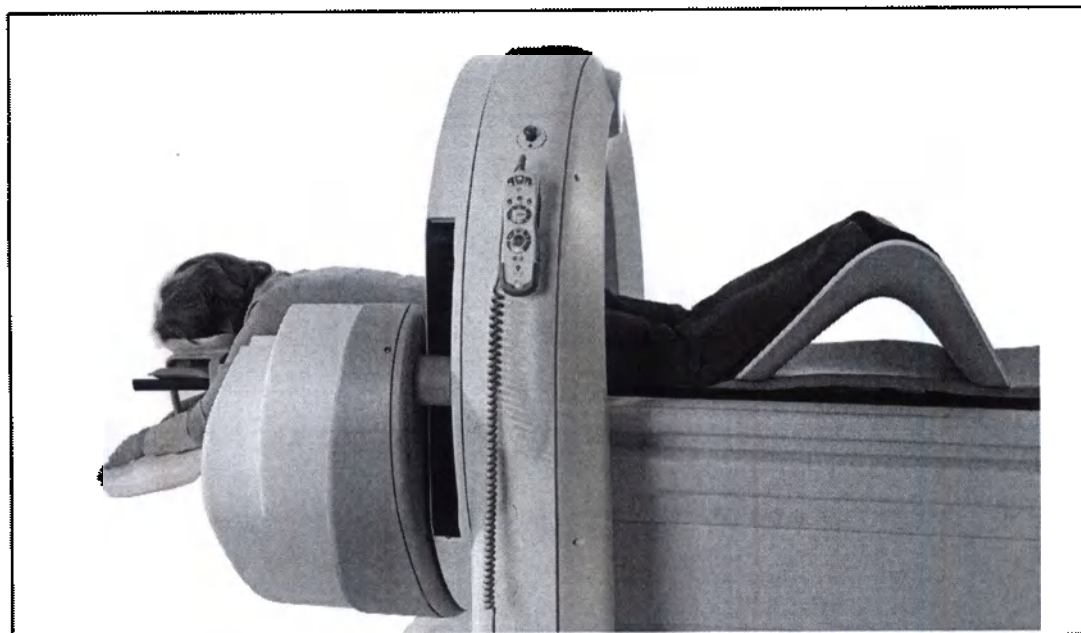

Рис. 6-6. Пациент готов к процедуре сканирования в положении лежа на животе
d. Возьмите опору под колени так, чтобы ее более короткая часть (обратите внимание на маркировку) была обращена вправо и опору можно было поместить рядом с телом пациента, под его стопы. Поместите опору под голени пациента, так чтобы стопы располагались на ее более короткой стороне, а щиколотки — на вершине См. Рис. 6-6: Пациент готов к процедуре сканирования в положении лежа на животе